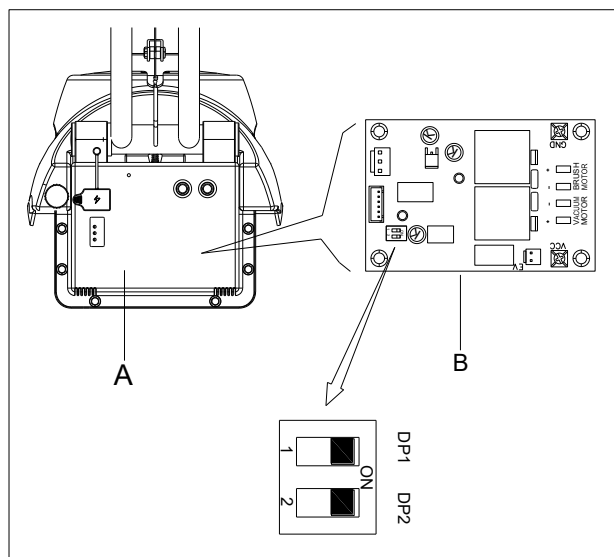

Figura 5
1. Spegner la macchina e smontare il coperchio (A come nella figura 5) dalla macchina. Troverai il PCBA di controllo principale (B come in Figura 5). Ci sono 2 interruttori (DP1 e DP2) nel PCBA.